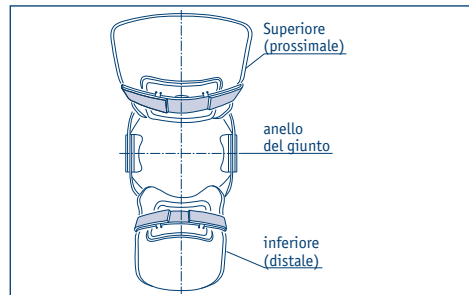

Fig. 3: Cassetto anteriore
- I due cuscinetti poplitei (Fig.3) permettono di realizzare il sistema a 4 punti, p. e. con instabilità anteriore (cassetto).